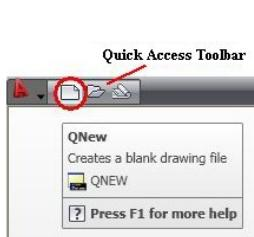

Figura 2.1.1
- click stânga mouse pe icoana **New** din bara de instrumente **Quick Access Toolbar**, figura 2.1.1;